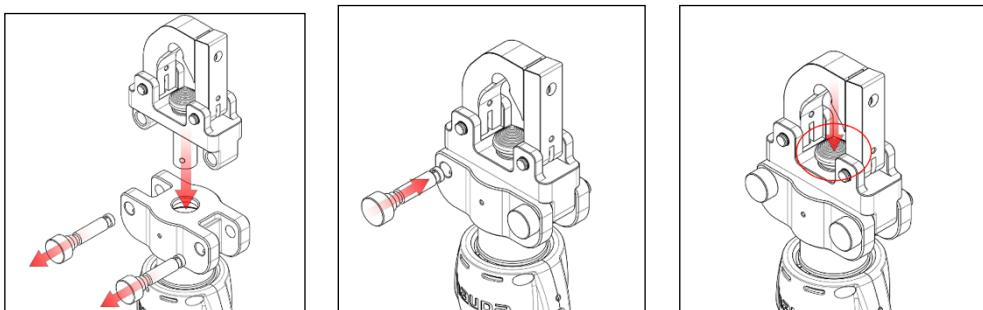

Bild 3: Dornpresskopf, Art. 216763, einfügen
- An den beiden Stiften am Aufnahmedapter ziehen und den Dornpresskopf, Art. 216763, einfügen, siehe Bild 3 unten: